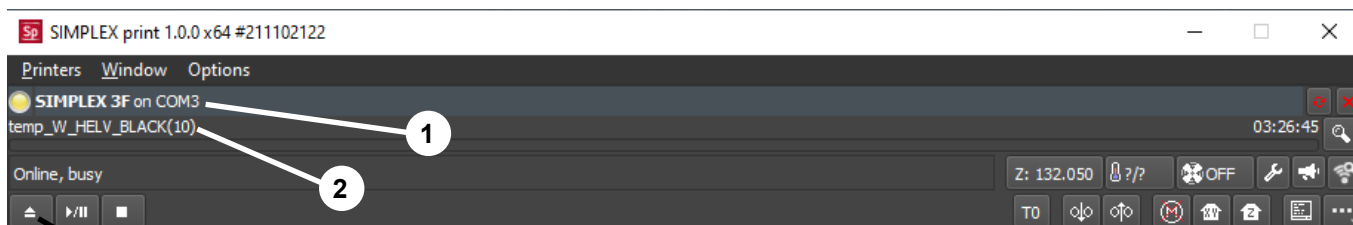

Fig. 67
- ♦ SIMPLEX se visualiza en la línea de estado (1, Fig. 67)
- ⇒ Seleccione y cargue el código G haciendo clic en el botón de carga (3, Fig. 67).
- ♦ el nombre de archivo correspondiente se visualiza en la línea de estado (2, Fig. 67)